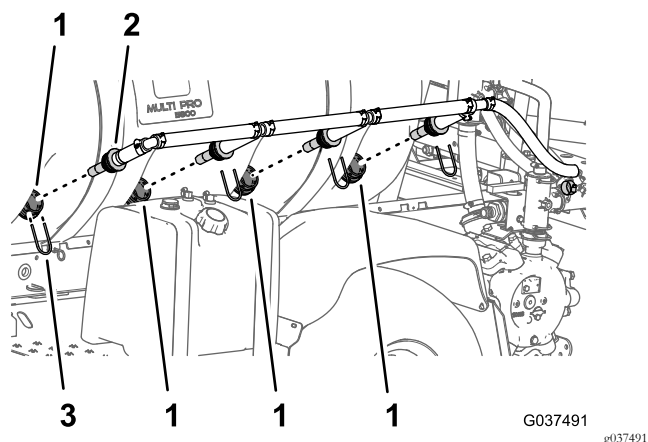

图33
3. 在药缸的侧面卸下将搅拌喷嘴固定至药缸壁隔板接头的4个卡环 图33。
5. 拆下机器的喷嘴和连接的软管 图33。